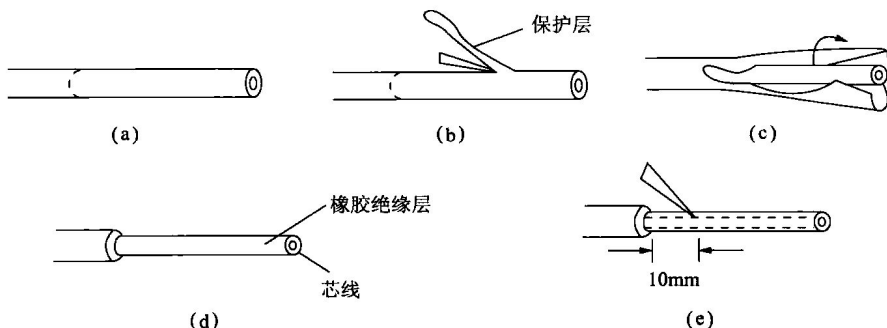

图 1.3 皮线绝缘层的剖削
(1) 在皮线线头的最外层用电工刀割破一圈,如图 1.3(a)所示。
(2) 削去一条保护层,如图 1.3(b)所示。
(3) 将剩下的保护层剥割去,如图 1.3(c)所示。
(4) 露出橡胶绝缘层,如图 1.3(d)所示。
(5) 在距离保护层约 10mm 处,用电工刀以 45°斜切入橡胶绝缘层,并按塑料硬线的剖削方法剥去橡胶绝缘层,如图 1.3(e)所示。